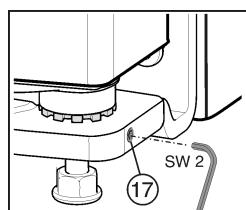

Fig. 30
- Desenrosque un poco el pasador de rosca *Fig. 30 (17)* (como máximo una vuelta).
- Vuelva a apretar el pasador de rosca *Fig. 30 (17)* para fijar el perno de cojinete.